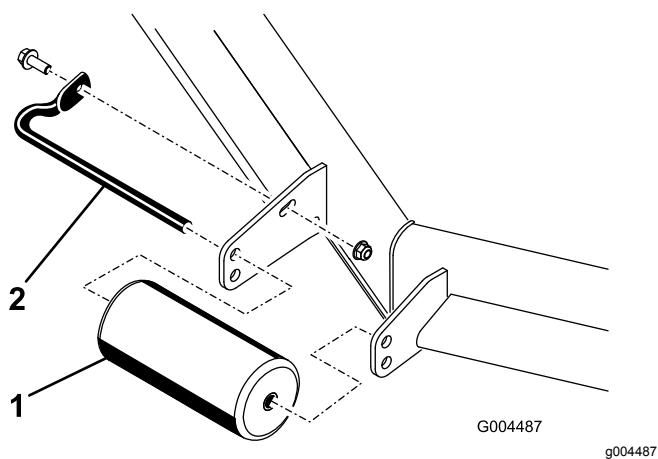

Figura 10
- A. Retire el tornillo y la tuerca que fijan el eje del rodillo al soporte de la unidad de corte (Figura 10).